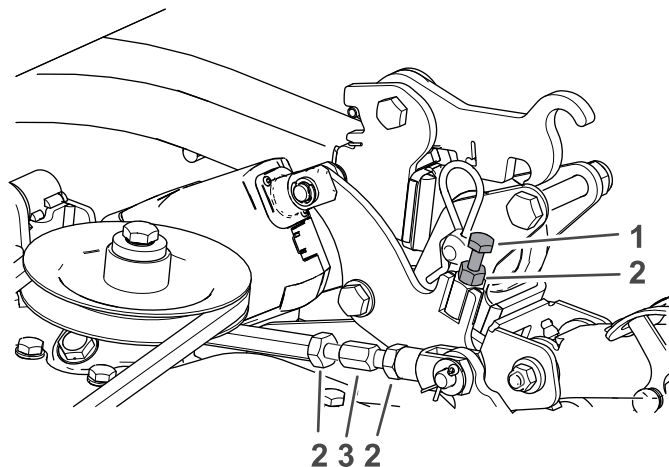
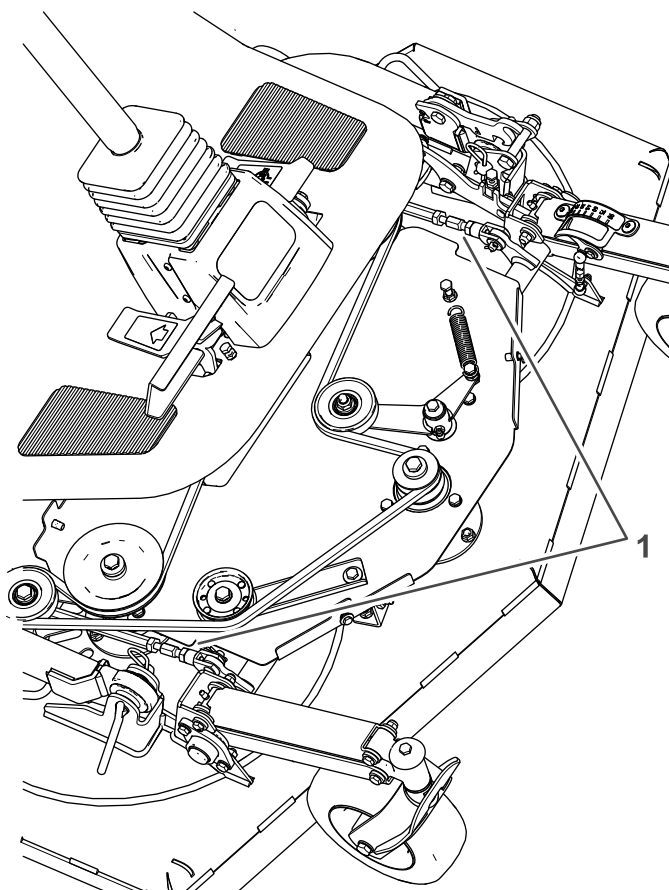

Figura 100
Figura 101
- B. Para elevar la parte delantera de la máquina a 64 mm, afloje la contratuerca y ajuste el perno de ajuste; consulte Figura 100.
- C. Para elevar la parte trasera de la unidad de corte, afloje las tuercas autobloqueantes de las bielas a ambos lados de la unidad de corte (Figura 100 y Figura 101).
6. Apriete las tuercas autoblocantes de las bielas (Figura 100).